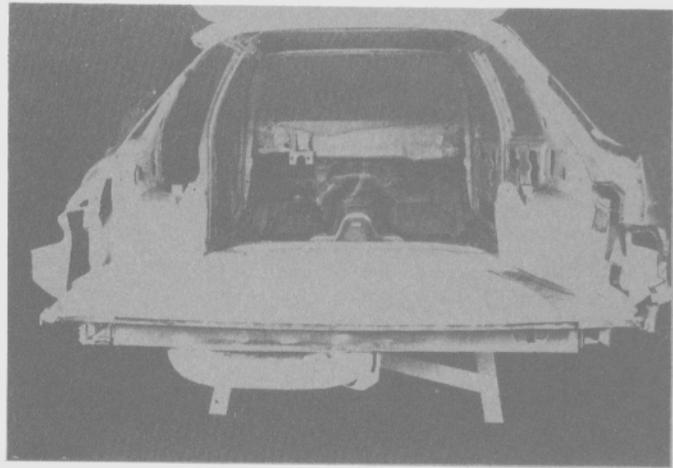

Fig. 307
- Perforar los puntos de soldadura del travesaño en su unión con los largueros y con el panel del piso (Fig. 307 y 308A).